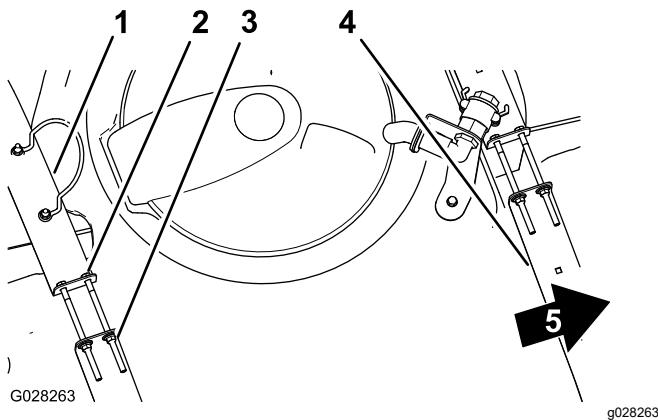

Figura 25
2. Verifique se há algum movimento entre as correias do depósito e o depósito (Figura 25).
3. Se as correias do depósito estiverem largas, aperte os parafusos e as porcas de bloqueio na parte superior das correias até estas ficarem justas à superfície do depósito (Figura 25).